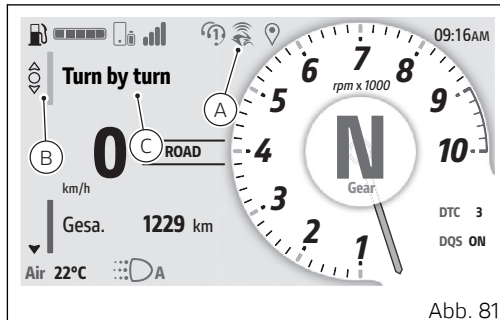

Abb. 81
- Das „Interactive Menu“ (B, Abb. 81) durch langes Drücken der Taste (1) aufrufen.
- Über die Tasten (1) und (2) die Angabe „Turn by turn“ (C, Abb. 81) markieren, dann ENTER (3) drücken.